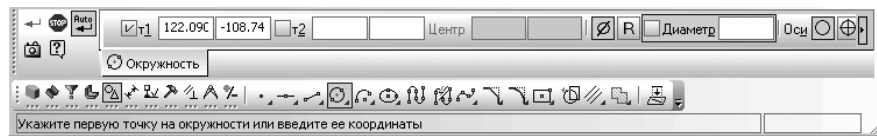

Рис. 8.99. **Панель свойств: Окружность по 2 точкам, Компактная панель**, с нажатой кнопкой  **Окружность по 2 точкам** и строка сообщений
**Панель свойств: Окружность по 2 точкам, Компактная панель**, с нажатой кнопкой  **Окружность по 2 точкам**, и строка сообщений показаны на рис. 8.99.